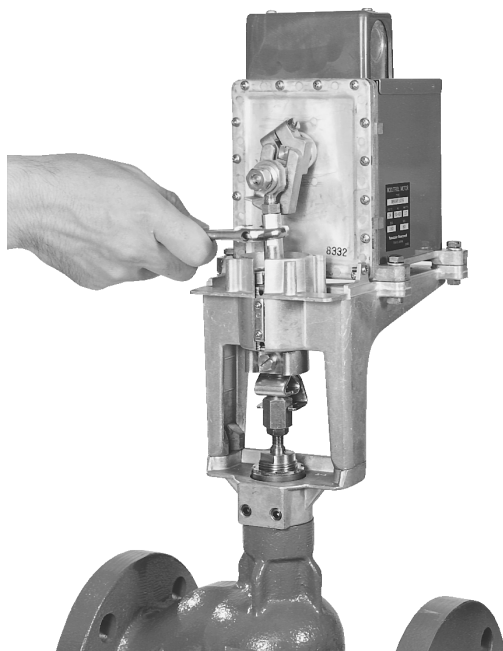
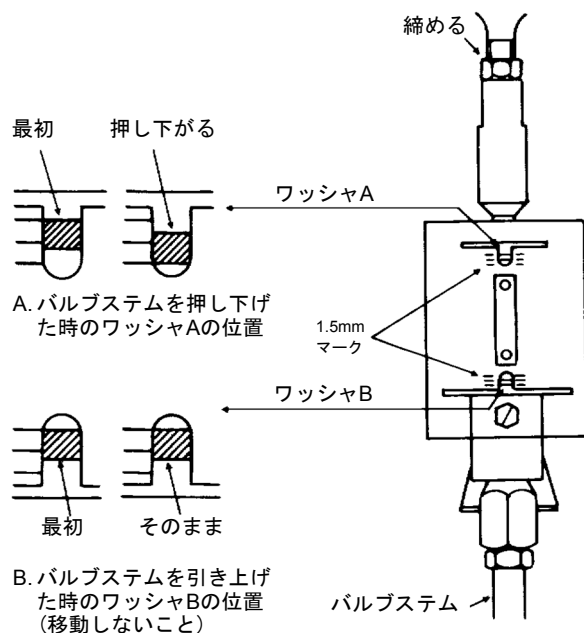

図7 応力緩衝機構の調節
図8 2方弁の調節
- (8) 図7のように調節シャフトをスパナなどで回して、図8, 9のように半目盛~1目盛程度ワッシャを移動させ、応力緩衝機構を調節します。